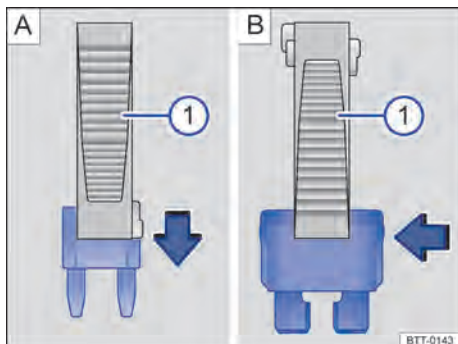

Fig. 148 Remover ou instalar um fusível com a garra da pinça de plástico .
→ Fig. 148 ① da cobertura da caixa de fusíveis.
- Em caso de *fusíveis pequenos*, encaixar a garra ① por cima → Fig. 148 A.
- Em caso de *fusíveis maiores*, empurrar a garra ① lateralmente sobre o fusível → Fig. 148 B.
- Caso o fusível esteja queimado, substituir o fusível por um novo da *mesma* intensidade de corrente (mesma cor e inscrição) e do *mesmo* tamanho → ①.